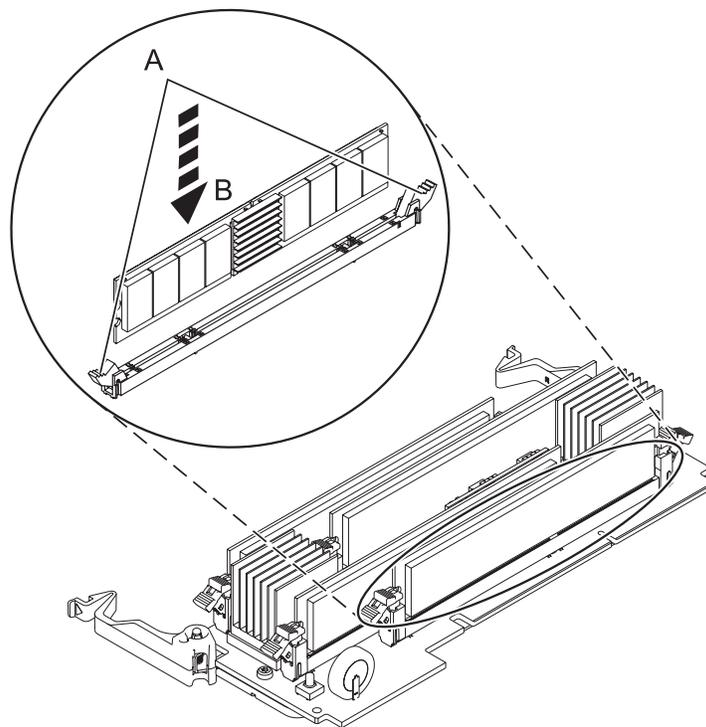

Figura 5. Instalando um módulo de memória
13. Assegure que as guias de travamento do conector (A) estejam empurradas para a posição destravada, conforme mostrado na Figura 5, antes de instalar um novo módulo de memória.
14. Segure com cuidado o módulo de memória ao longo da borda (B) e alinhe-o com o conector.